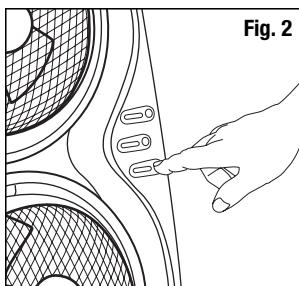

Fig. 2
- Cada ventilador funciona de forma independiente. Para poner en marcha los ventiladores: pulse una vez el selector de velocidad para un funcionamiento a velocidad elevada (II). Pulse el selector por segunda vez para pasar a velocidad baja (I). Pulse por tercera vez el selector para detener el ventilador (Fig. 2).